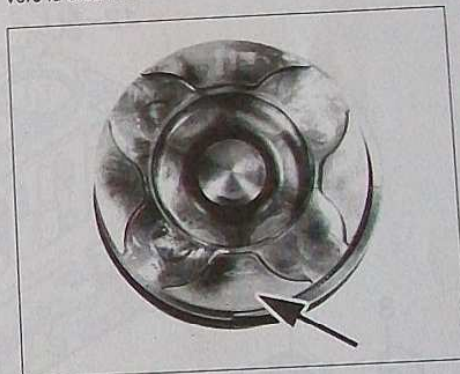

FIG.51
- Mettre en place chaque ensemble bielle-piston huilé et apparié dans le bloc-cylindres (ensemble n°1 côté volant moteur) et orienter la flèche (Fig.51) vers la distribution.